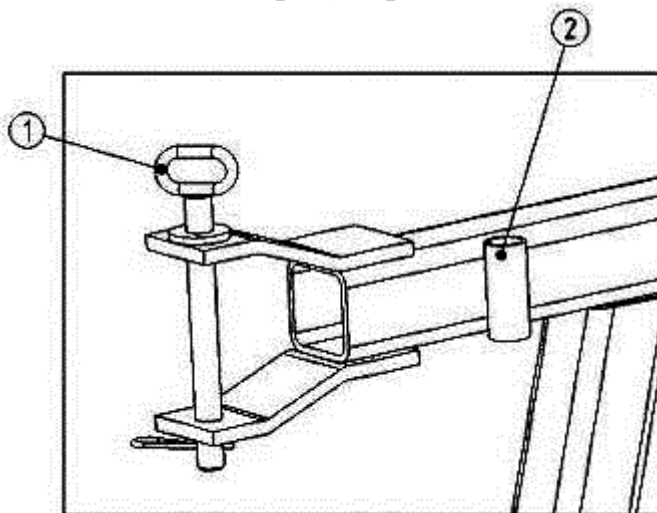

Рисунок 10.
- Вынуть 4 предохранительных штыря (1) (рис. 10), поместив их в опоры (2).
- Установить 4 предохранительных штыря (1) (рис. 10) (не забудьте их зафиксировать).